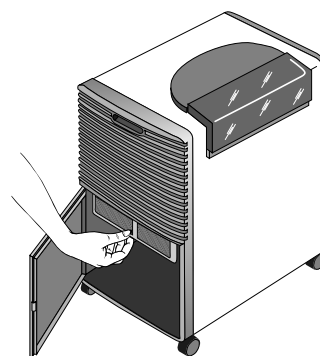

Fig. 4
- Verwijder de luchtfilter door het deurtje van de tank te openen en de filter gelijktijdig naar beneden en naar buiten te trekken (fig. 4).